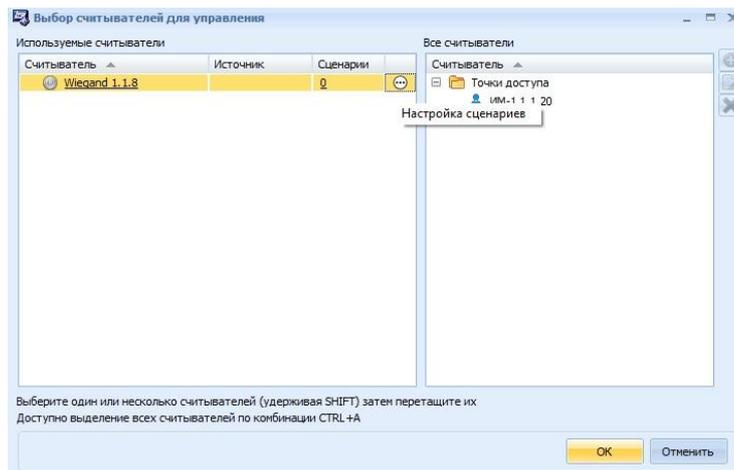
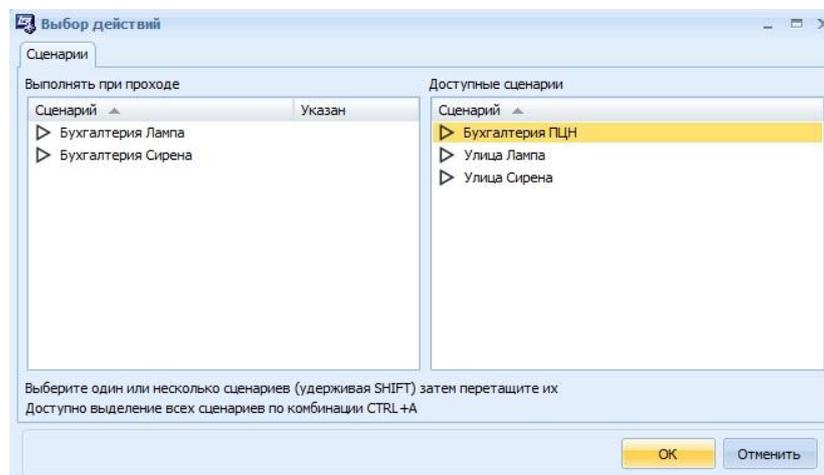

Рис. 28 Окно **Выбор считывателей для управления**
Рис. 29 Окно **Выбор действий**
- **Сценарии** – нажав на кнопку **Изменить**, выбрать используемые для управления считыватели (Рис. 28), затем, нажав на кнопку  рядом с выбранным считывателем, указать какие сценарии будут автоматически выполняться при прикладывании карты к этому считывателю (Рис. 29) (Подробнее См. 22.2 вкладка Управление).